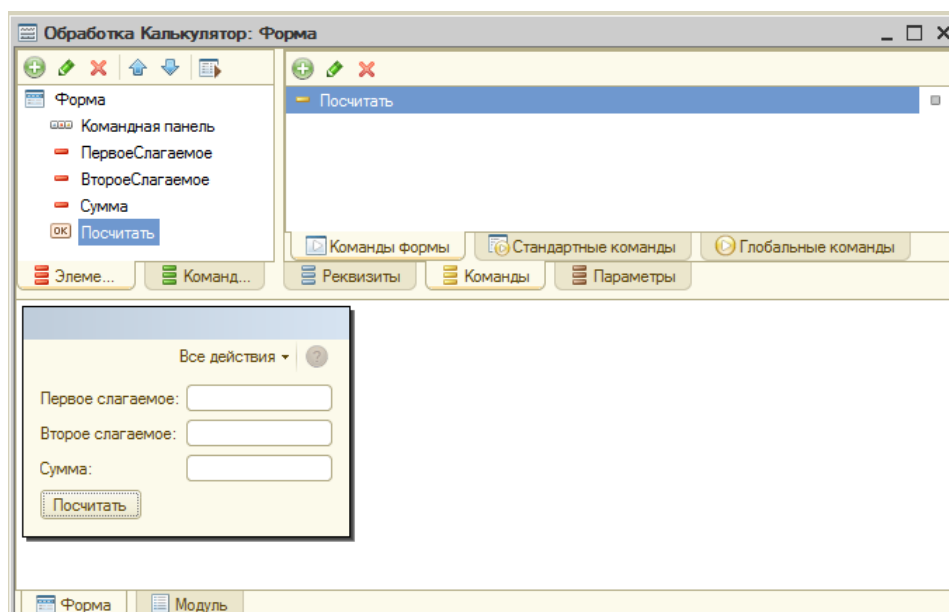

Рисунок 130 Кнопка «Посчитать» на форме
7. Методом Drag&Drop перенесите команду на область **Форма**. Внизу на форме автоматически появится кнопка (рис. 130).